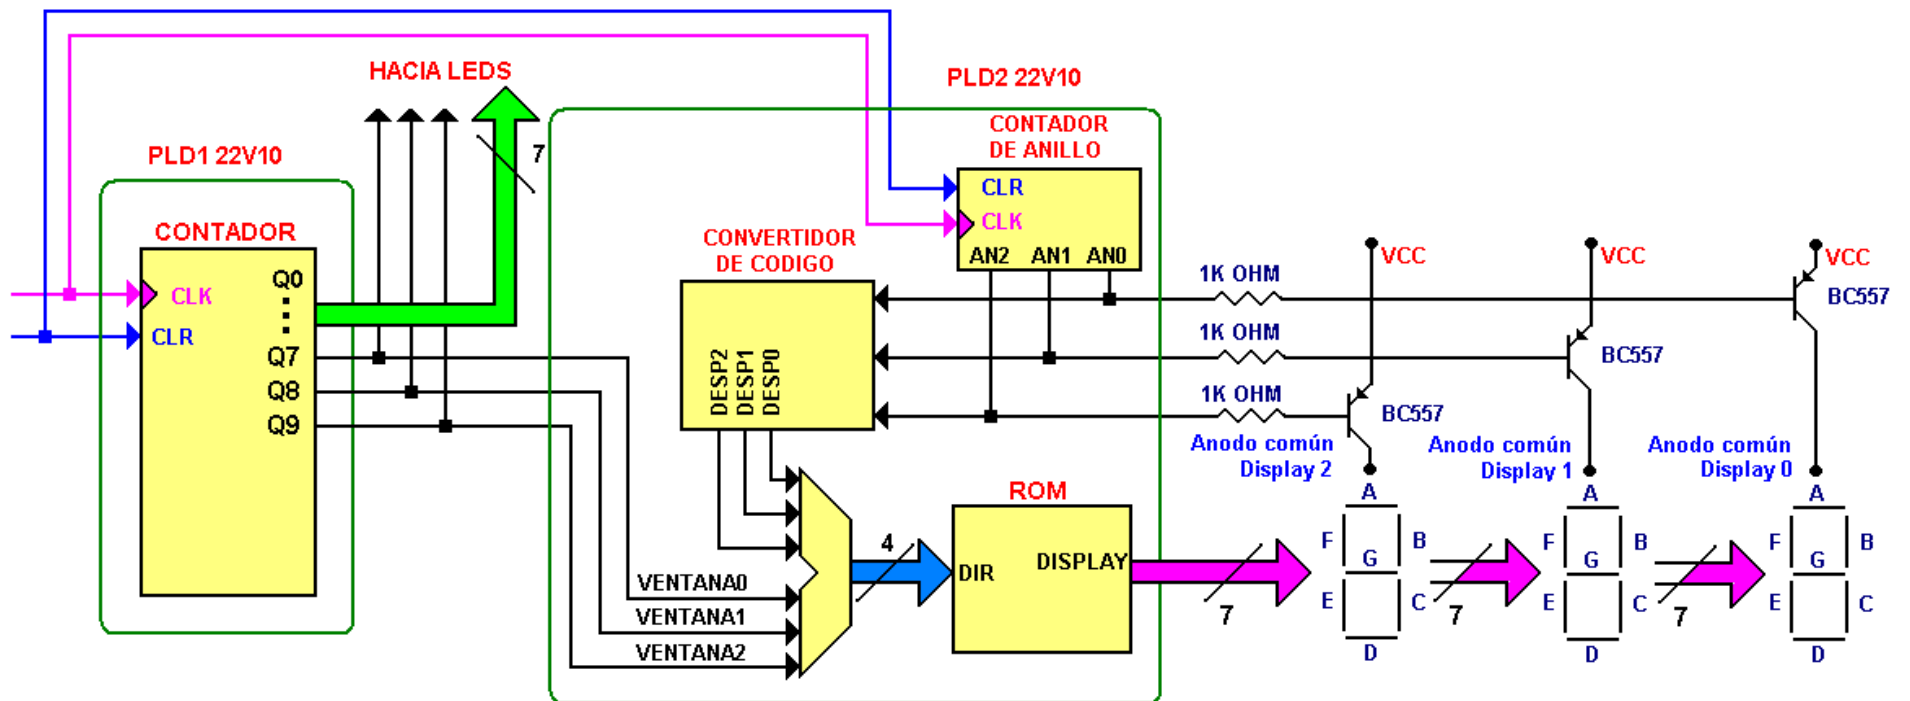

Ilustración 4 Microarquitectura 3.
- Realizar el programa de la microarquitectura mostrada en la ilustración 4. Este diseño consiste de un contador de 10 bits que se encuentra en el SPLD1. Este contador usa sus 3 bits más significativos para proporcionar la dirección a la memoria ROM que se encuentran en el SPLD2. Al usar los bits más significativos, el cambio que se da en estos bits se da a la frecuencia dada por: